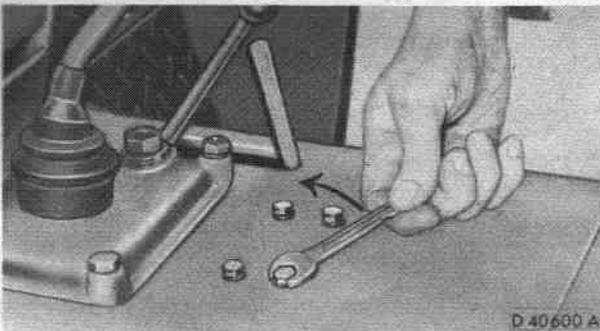

Fig. 135 - Desserrage des vis
- a) Dévisser les quatre vis hexagonales (fig. 135). Démontez l'habillage de la boîte de vitesses (fig. 136) et démontez le couvercle (fig. 137).